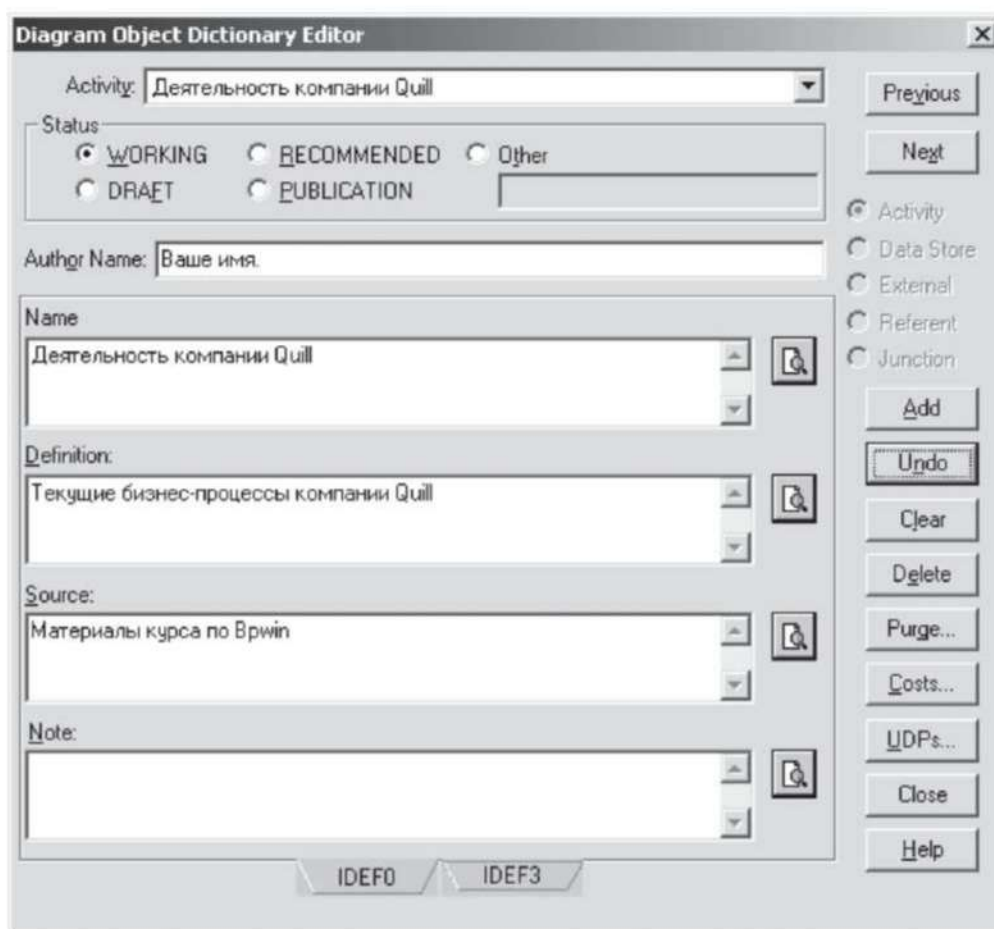

Рис. 2.2. Словарь Diagram Object Dictionary
3. Для изменения свойств работ после их внесения в диаграмму можно воспользоваться словарем объектов модели. Вызов словаря — Model/Diagram Object Editor (рис. 2.2).